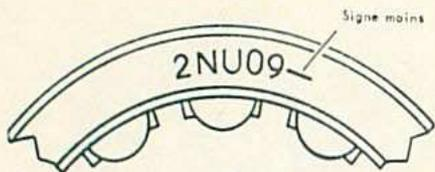
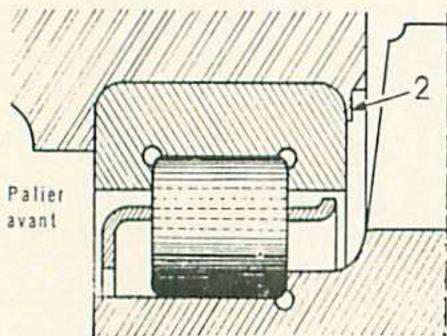

Fig. 9. — Face gravée d'un roulement.
Fig. 10. — Vue en coupe partielle du roulement dans le palier AV.
**Nota.** — Dans tous les cas, on doit monter un roulement avec un signe (—) (fig. 9). Au montage, les références marquées sur la face du roulement doivent être lisibles de l'intérieur du carter, c'est-à-dire face au vilebrequin. De ce fait, le déflecteur du roulement se trouve dans sa bonne position (fig. 10).
- Serrer le roulement en (2) (fig. 10) en 4 points équidistants (comme dans le cas du roulement AR).
- Visser, de quelques tours, la vis (1), mettre en place le manchon (2) et continuer à visser jusqu'à l'extraction du pignon. Faire suivre la roue (6) en la tirant vers soi au fur et à mesure que l'on dégage le pignon (5). La roue se trouve dégagée la première, puis le pignon.
**N.B.** — Si l'opération ne doit comprendre que la dépose et la pose du même couple de distribution, il y a lieu de repérer celui-ci avant démontage comme indiqué fig. 9 (4e partie). A l'aide du doigt d'arrêt Wilmonda D A T, immobiliser le moteur au P M H (coup de pointeau sur le volant). Il est bien entendu qu'on ne devra pas faire tourner l'arbre à cames.